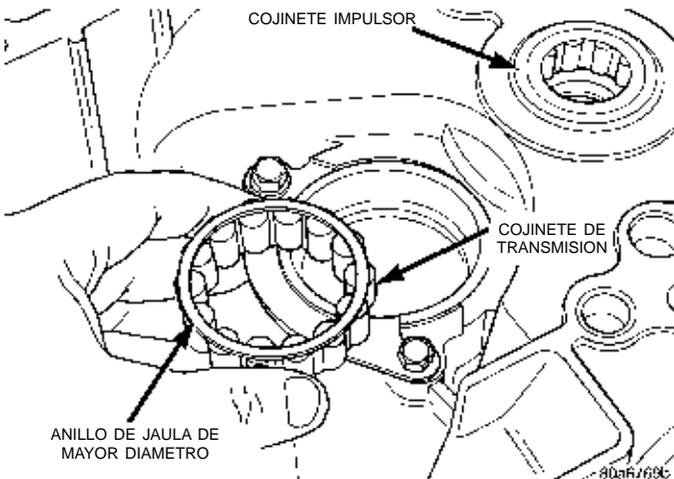

Fig. 123 Cojinete de rodillos de transmisión
- (1) Retire el cojinete de rodillos de jaula de la pista de rodamiento de transmisión (Fig. 123).